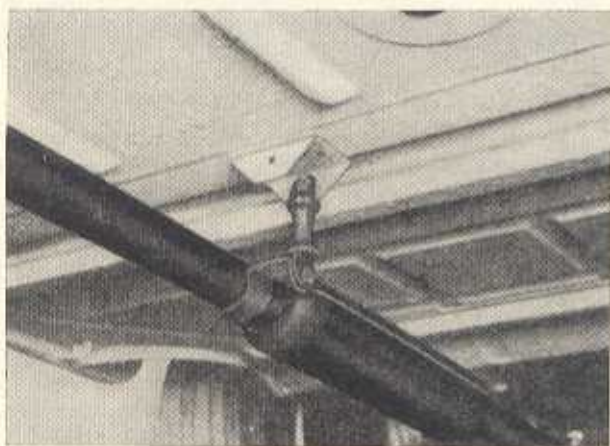

Bild F 95. Elastische Aufhängung des Zusatzdämpfers
2. Soll die gesamte Auspuffanlage ausgebaut werden, so ist zweckmäßigerweise von hinten zu beginnen. Dazu ist zuerst nach dem Lösen der Klemmverbindung zum Nachschalldämpfer und Abschrauben der hintersten elastischen Aufhängung der Zusatzdämpfer auszubauen (Bild F 95).